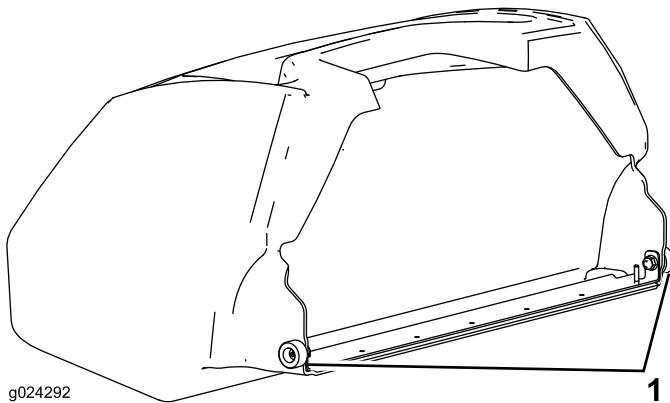

図 10
**重要** もしバスケットを落としてしまった場合には、バスケットの下側リップにあるピッチアームの接触点 図 10が破損していないか点検してください。曲がっている場合には真っ直ぐに直してから使用してください。ピッチアームが曲がったままの状態でバスケットを使用すると、バスケットとリールが接触して無用な騒音が発生したり、バスケットやリールに破損が生じる可能性があります。